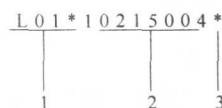

图 2-5 刻在缸体上的
(2) 发动机码 发动机码刻在缸体上, 如图 2-5 所示。